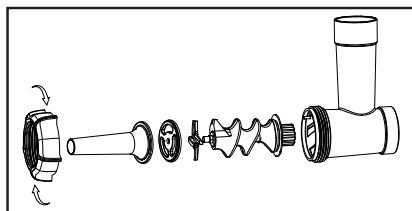

рис.5
7.7.2 Зафиксируйте конструкцию с помощью фиксирующего кольца, как указано на рис. 5. Не затягивайте кольцо слишком туго.